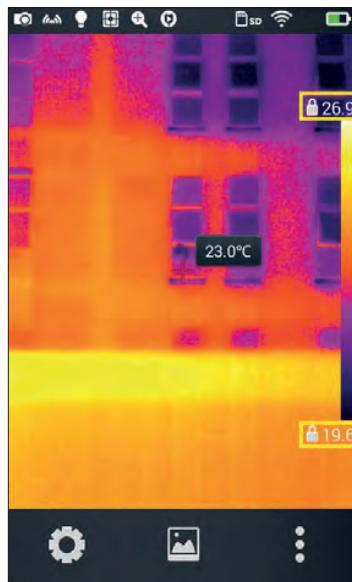
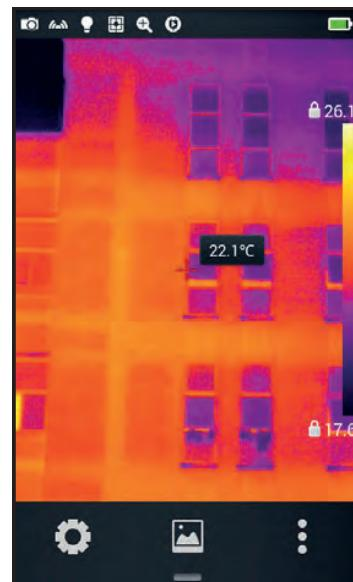

Fig.1
Fig.2
1. En la interfaz de imágenes en tiempo real, haga clic en el área de datos de temperatura en la parte superior o inferior de la paleta de colores (el área del cuadro amarillo como se muestra en la Fig. 1), para ingresar al “modo de atenuación manual” y bloquear los parámetros de atenuación (como se muestra en la Fig. 2).